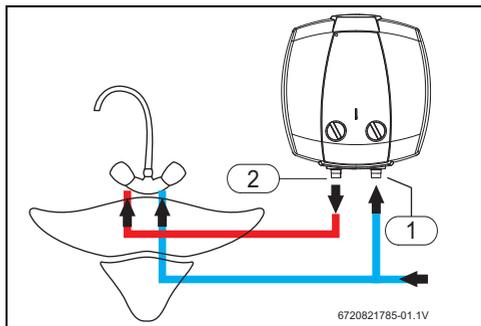

Fig. 7 Installation sur le lavabo
- ▶ Marquer les conduites d'eau froide et d'eau chaude de manière conforme pour éviter de les intervertir (→ fig. 7 et 8).